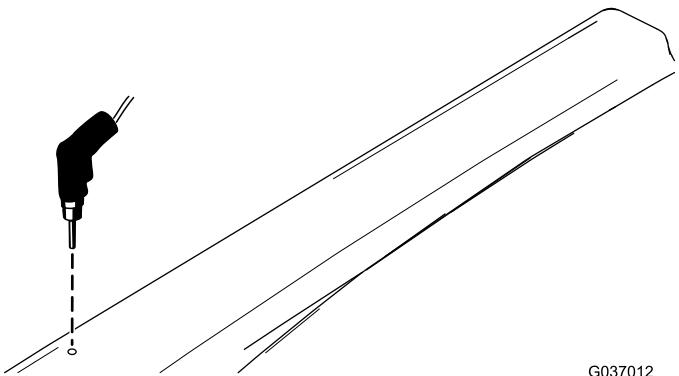

Figura 13
14. Usando como plantilla el taladro de la parte superior del soporte del techo, perfore un taladro de 7,9 mm en cada lado del toldo (Figura 13).